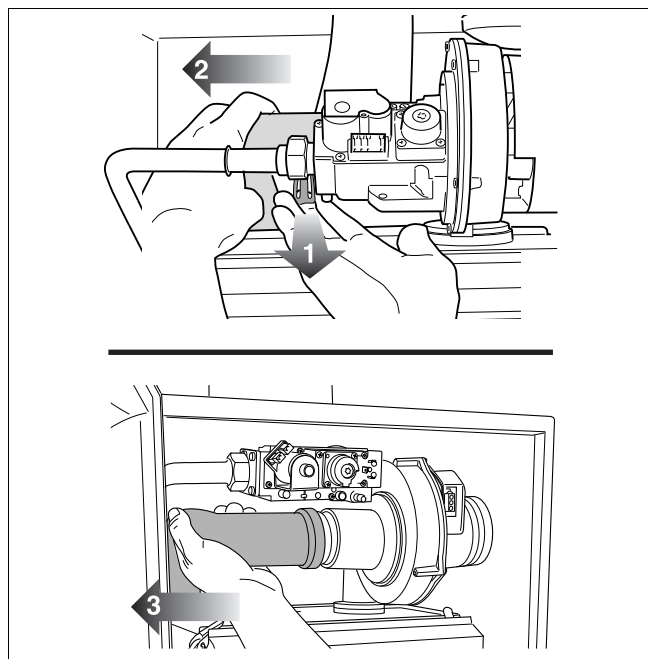

Fig. 106 Scoateți țeava de aspirare a aerului de la suflantă
- Scoateți țeava de aspirare a aerului de la suflantă (fig. 106).